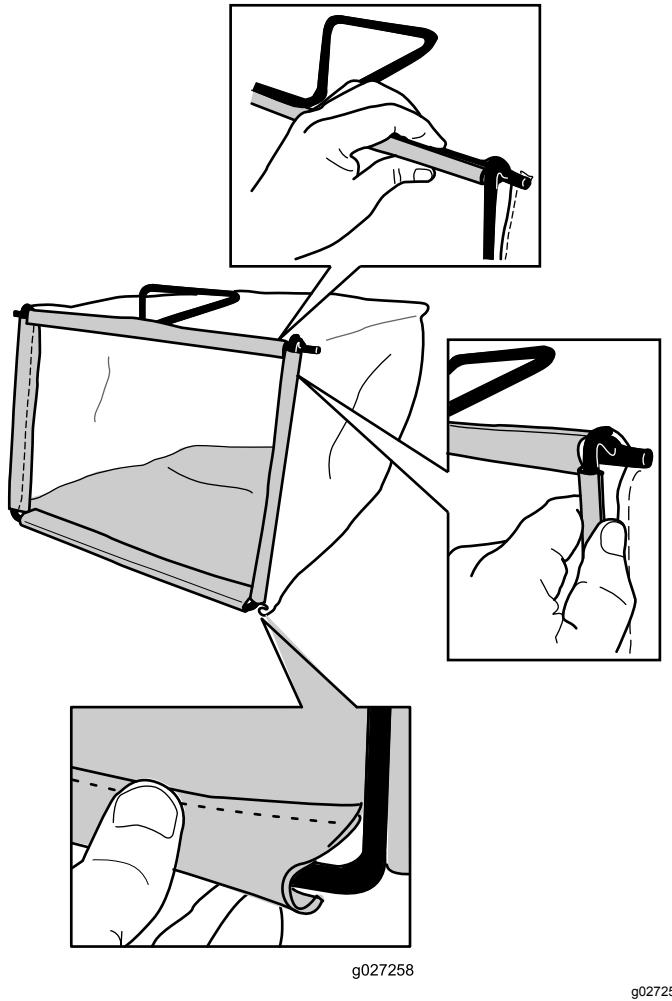

Figura 10
2. Agganciate il canale inferiore del cesto sul fondo del telaio (Figura 10).
3. Agganciate i canali superiore e laterali del cesto rispettivamente sulla parte superiore e quelle laterali del telaio (Figura 10).